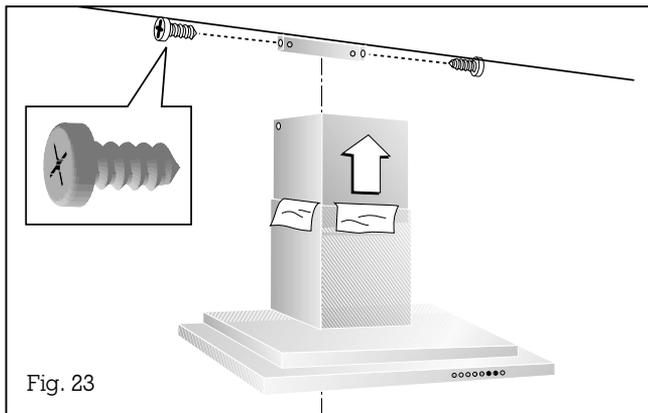

Fig. 23
- Tirate la parte superiore del camino verso l'alto collocandola nella posizione finale e fissatela con 2 viti sul supporto soffitto (Fig. 23).